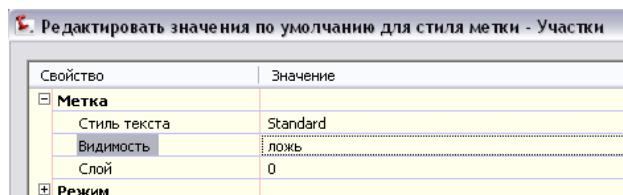

Рисунок 3. Отключение видимости метки для объекта
- 3 В диалоговом окне "Редактирование параметров стилей меток по умолчанию" задайте для видимости меток значение "ложь", как это показано на рис. 3.